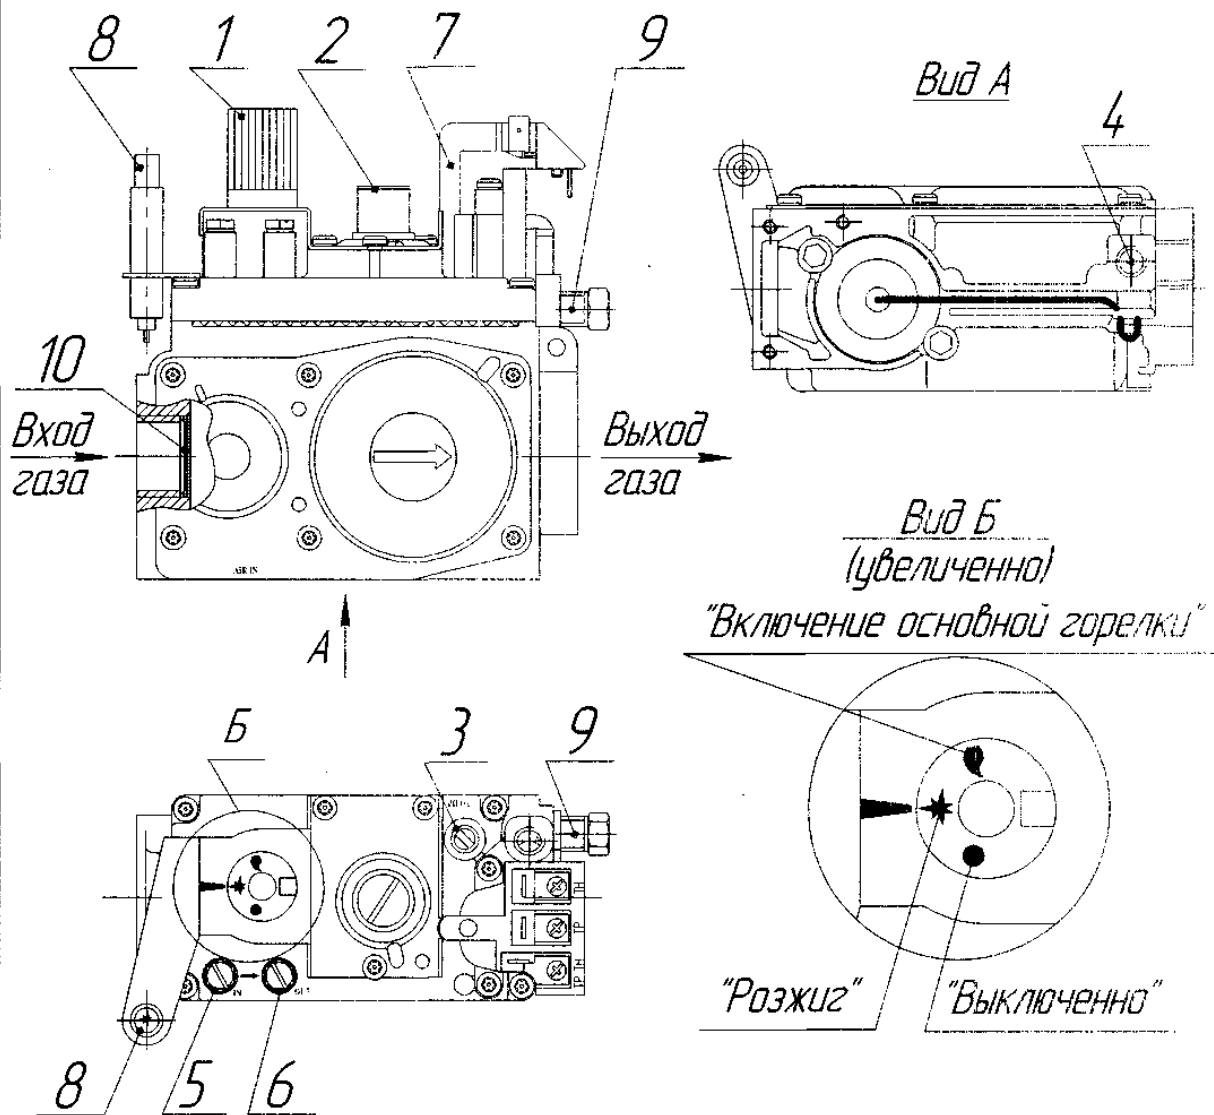

Рис. 4. Элементы управления газовым клапаном.
«●» (см. рис. 4).
6.3. При отсутствии тяги, погасании пламени запальника, падении давления газа в сети ниже минимального давления рабочего диапазона и перегреве котла происходит автоматическое отключение подачи газа к основной и запальной горелке. В этом случае необходимо закрыть газовый кран перед котлом и перевести ручку 1 (рис. 4) по часовой стрелке в положение «●» («ВЫКЛ.»).
- установите фитинг в гнездо выхода пилотного газа газового клапана /см. рис. 4 п. 9/, вверните до плотной посадки /упора/. В отверстие фитинга до упора установите чистую, без заусенцев, трубку. Крепко удерживая трубку, медленно затягивайте фитинг, пока не почувствуете захват. Подтяните фитинг еще на 1 ½ оборота.